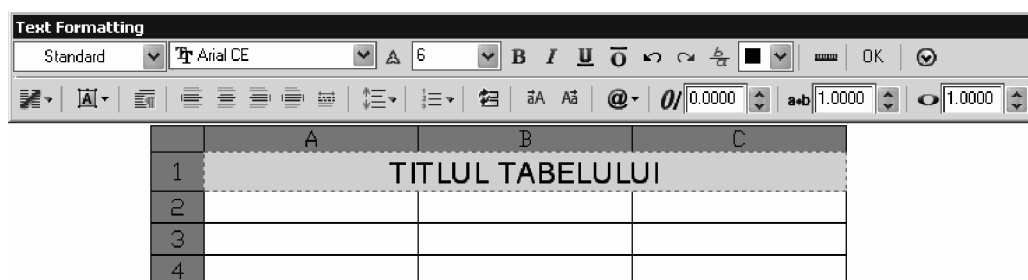

Fig. 6.41 Introducerea titlului tabelului
9. În fereastra **In-place Text Editor** se tastează titlul tabelului. Opțional, din linia de formatare a ferestrei se formatează textul introdus – vezi Fig. 6.41.